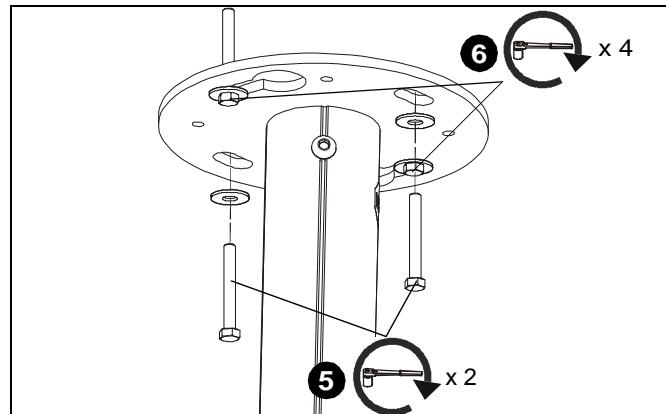

Figure 6
- Installez deux vis tire-fond de 8 mm x 7 mm (5/16" x 2-3/4") (minimum) (non incluses) dans les trous sur la plaque pour plafond et dans les trous percés dans les contreventements transversaux des montants en bois. (Voir la Figure 6)
- Serrez les quatre vis tire-fond pour fixer la plaque au plafond. (Voir la Figure 6)